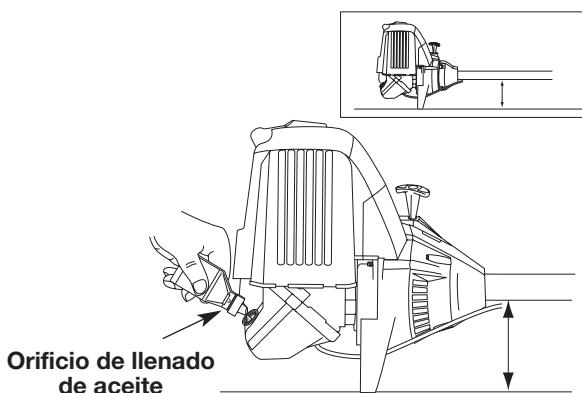

Fig. 17
- Coloque la unidad sobre una superficie plana (Fig. 17)
- Vierta todo el contenido de la botella de aceite en el cigüeñal (Fig. 17).